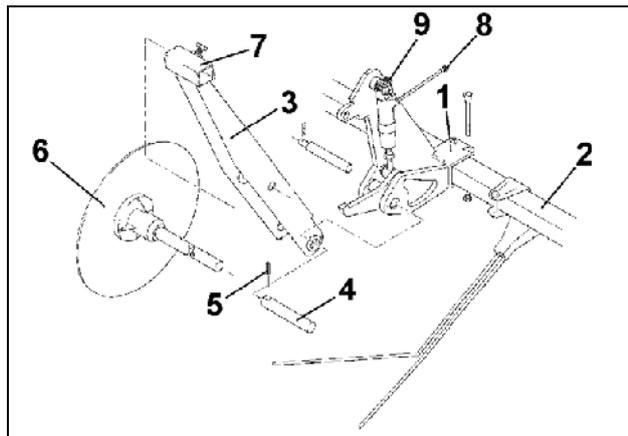

Fig. 33
- Fixez deux supports de montage (Fig. 33/1) sur le recouvreur FlexiDoigts
- Brochez le support de disque traceur (Fig. 33/3) avec un axe (Fig. 33/4) et une goupille de serrage (Fig. 33/5) et bloquez
- Insérez les disques traceurs (Fig. 33/6) dans les supports de disques traceurs (Fig. 33/3) et bloquez avec des vis six pans (Fig. 33/7).
- Raccordez les flexibles hydrauliques (Fig. 33/8) aux deux vérins hydrauliques (Fig. 33/9) et raccordez-les ensemble au vérin hydraulique des glissières de jalonnage sur la tête de distribution, au niveau du clapet électro-hydr.